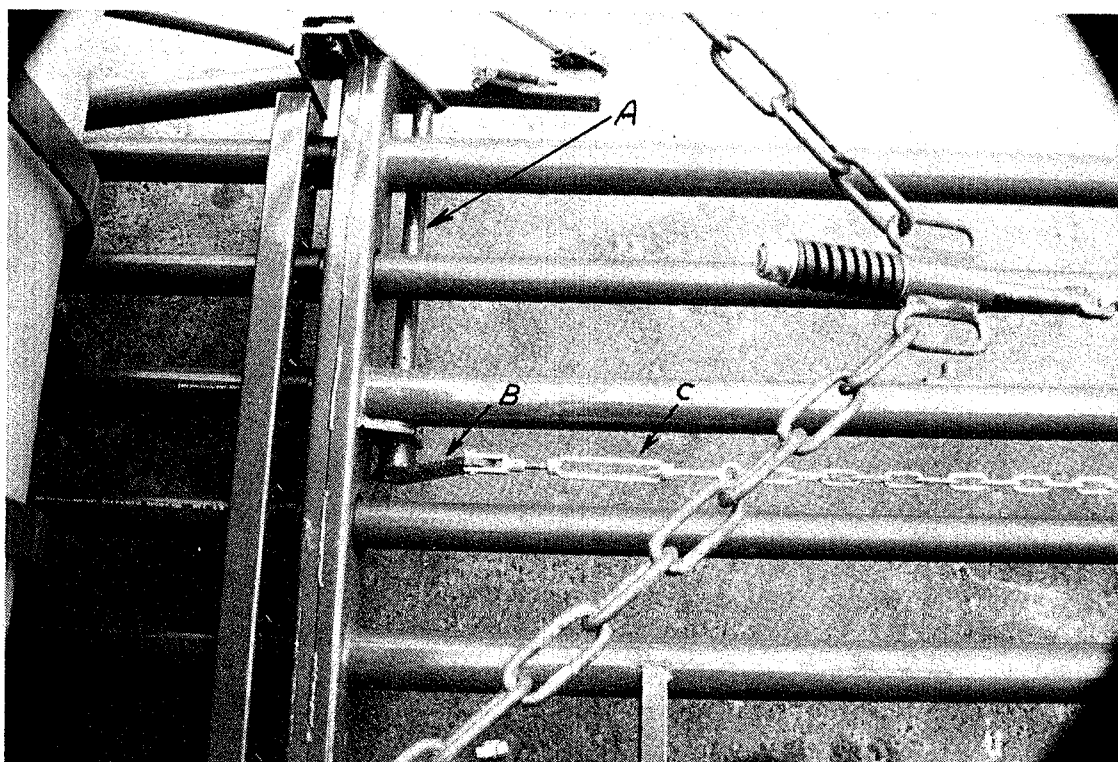

FIG. 1
1. Bomlyftaxeln A träs genom hålen invid bomfästet enligt bild 1. (Obs! höger och vänster). På axelns fria ända monteras svängarmen B, i vilken vantskruven och kedjan är fäst.
Lyftaxel kompl.(A fig.1)	757503
Vantskruv (C fig.1)	757505